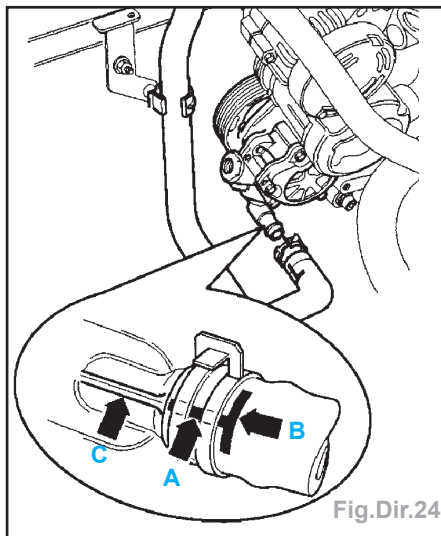

Fig.Dir.24
- Le repère (A) doit coïncider avec la bavure (C) (Fig.Dir.24).